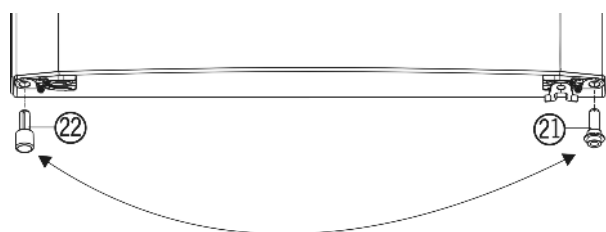

Fig. 4
- ▶ Retirer la butée Fig. 4 (22) de la porte en bas à gauche.
- ▶ Remettre la butée *Fig. 4 (22)* en bas à droite dans la porte.